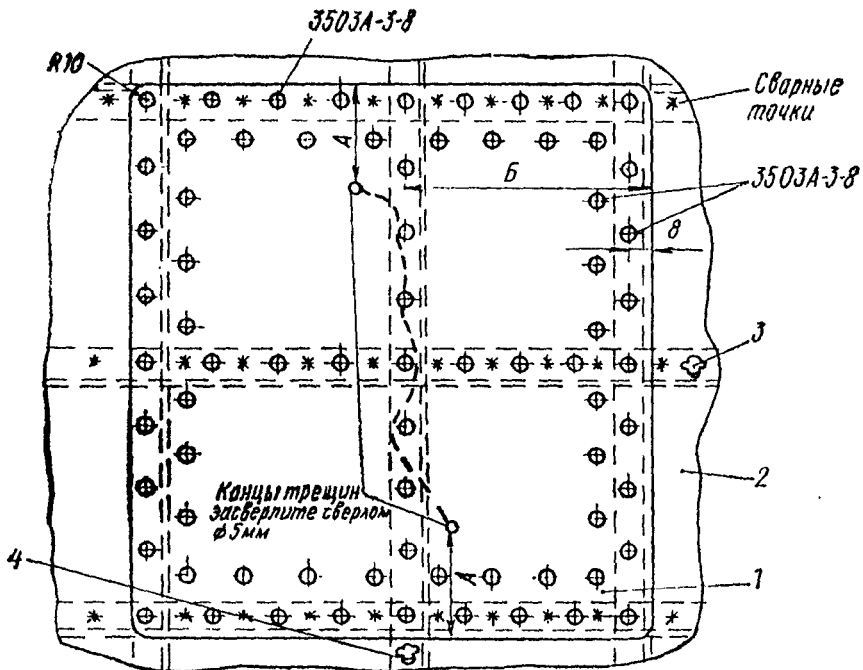
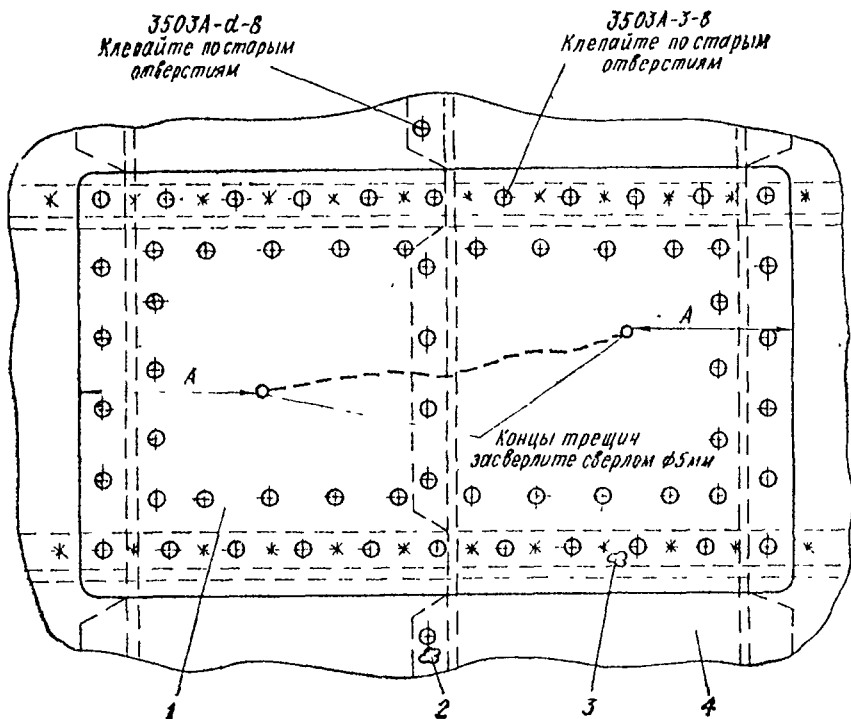

Рис. 4.12. Ремонт обшивки с трещинами, идущими вдоль шпангоута:
Рис. 4.13. Ремонт обшивки с трещинами, идущими поперек шпангоута:
12. Трещины обшивки, идущие вдоль шпангоута, устраните установкой накладки согласно рис. 4.12, трещины, идущие поперек шпангоута, — согласно рис. 4.13. Шаг клежки накладки должен быть аналогичен шагу клежки шпангоута. Если вблизи накладки, установленной ранее, появилась трещина, для устранения которой необходима установка новой накладки, старую снимите и установите новую накладку.